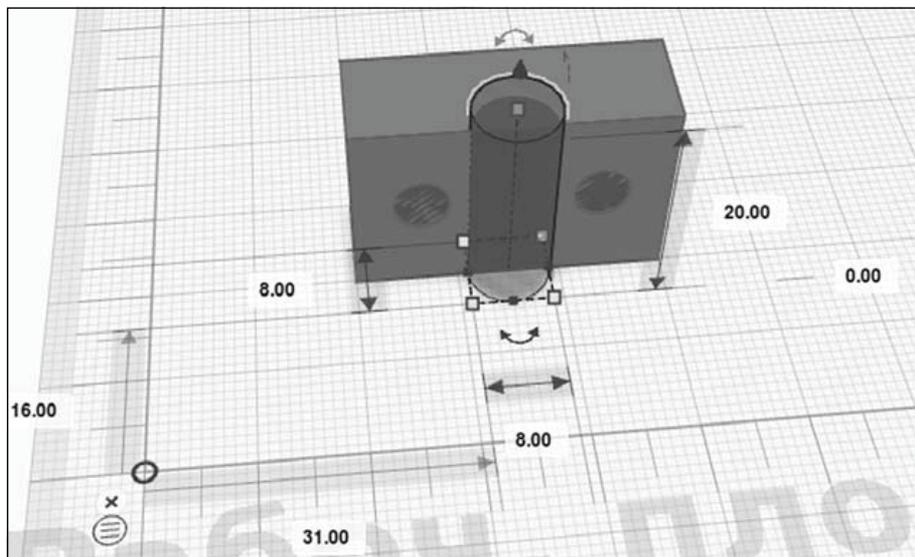

Рис. 45. Добавление вертикального отверстия
8. Добавить вертикальный цилиндр (рис. 45).